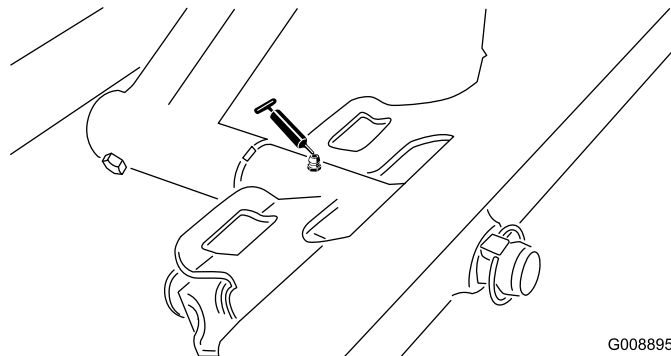

Рисунок 51
- Ось поворота переднего режущего блока (Рисунок 51)